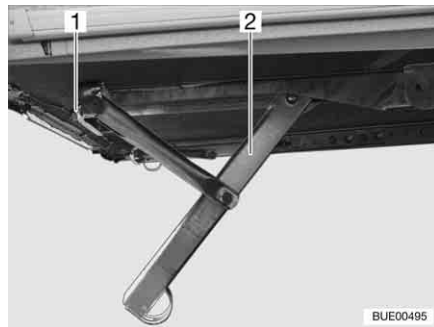
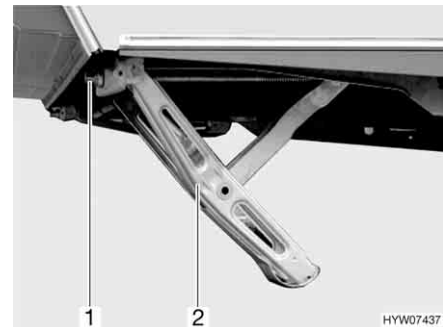

Bild 22 Kurbelstütze heruntergekurbelt (Variante 1)
Bild 23 Kurbelstütze heruntergekurbelt (Variante 2)
- Die serienmäßig beigelegte Handkurbel auf den Sechskant (Bild 22,1, Bild 23,1 oder Bild 24,1) der Kurbelstütze (Bild 22,2, Bild 23,2 oder Bild 24,2) stecken.